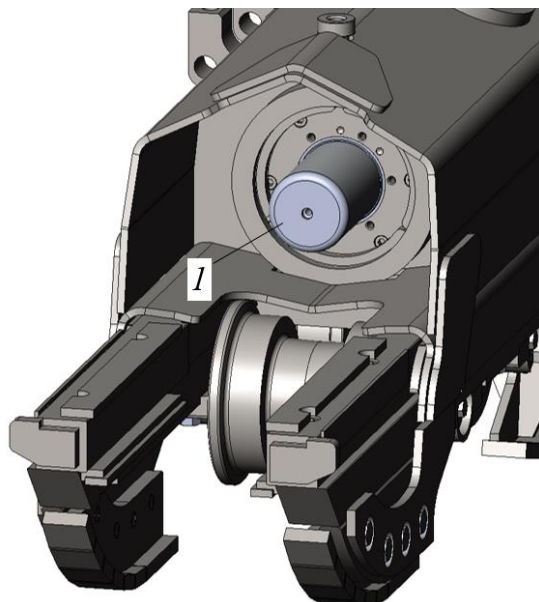

Рисунок 12.24. Установка механизма натяжения
- Кроме того, следует проконтролировать, чтобы шток 1, рис. 12.24, примерно на 100 мм выступал из механизма натяжения. Благодаря этому будет обеспечены центрирование промежуточной детали при монтаже и более легкая установка монтажного инструмента на раму ходовой части.